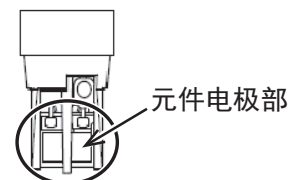

图 35
洗净时使用洗净瓶，元件的电极部分 (图35
- (2) 使元件保持『图35』的方向。
- (3) 按从上往下的方向冲洗元件电极的脏污，从洗净